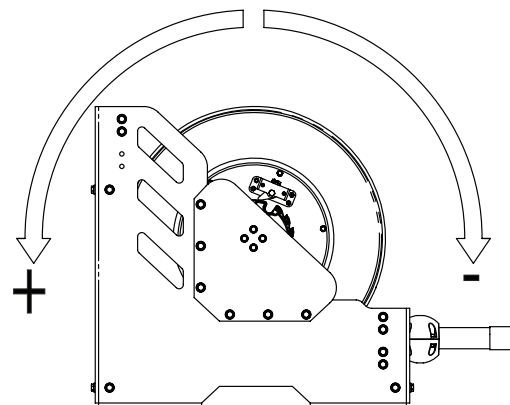

Рис. 6
3. После того, как шланг полностью намотан на барабан (силовые пружины все еще расслаблены), приложить предварительное натяжение к силовой пружине, повернув намоточный барабан количество раз, которое зависит от длины шланга (см. таблицу), в положительном направлении (рис. 6). Запрещается прилагать натяжение больше указанного, иначе силовая пружина может быть повреждена.
6. Приложить предварительное натягивающее усилие к пружинам, повернув намоточный барабан в положительном направлении указанное количество раз, которое зависит от длины шланга (рис. 6): Запрещается прилагать натяжение больше указанного, иначе силовая пружина может быть повреждена.
4. Повернуть намоточный барабан, чтобы увеличить или уменьшить напряжение силовой пружины. Никогда не следует превышать указанное в таблице число оборотов (рис. 6)